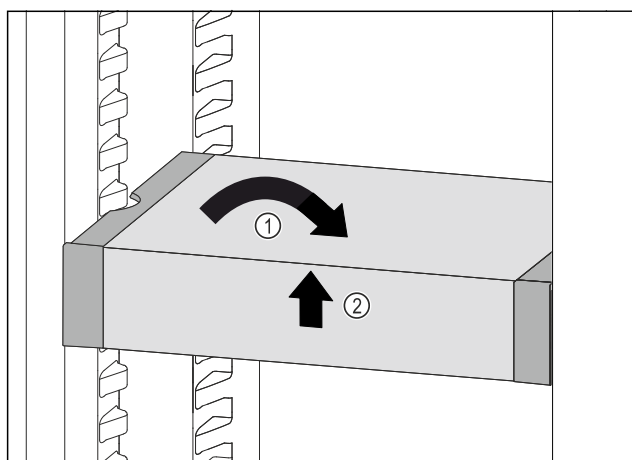

Fig. 177
- Collocare VarioSafe in maniera dritta. Fig. 177 (1)
- Sollevare VarioSafe dal lato anteriore. Fig. 177 (2)